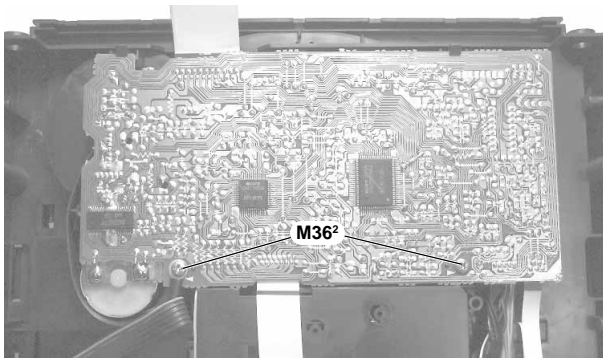

Fig. 22
- 2 Schrauben M36² heraus-schrauben (Fig. 22), die Schubladenmotorkontakte E1² ablöten.
- Undo 2 screws M36² (Fig. 22), unsolder the tray motor contacts E1².